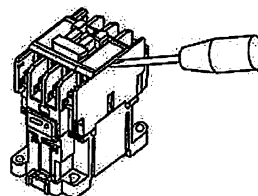

図12
- (1) 運転後は早めに初期点検し、その後は定期的に点検してください。
- (2) 端子の締付ねじは定期的に締め直してください。
- (3) 点検時、接点表面が黒化または凹凸ができていても、接点性能には問題ありませんので、磨いたり油を塗布したりしないでください。もとの接点面積の一部に台金が見えた時点で交換してください。
- (4) コイルの交換や主接点の点検を行う場合は「保守点検マニュアル・パーツリスト」により実施してください。なお、補助接点は接点交換できません。
- (5) 「保守点検マニュアル・パーツリスト」が必要な場合はご要求ください。
7.3 消弧カバーの取外し (図12)